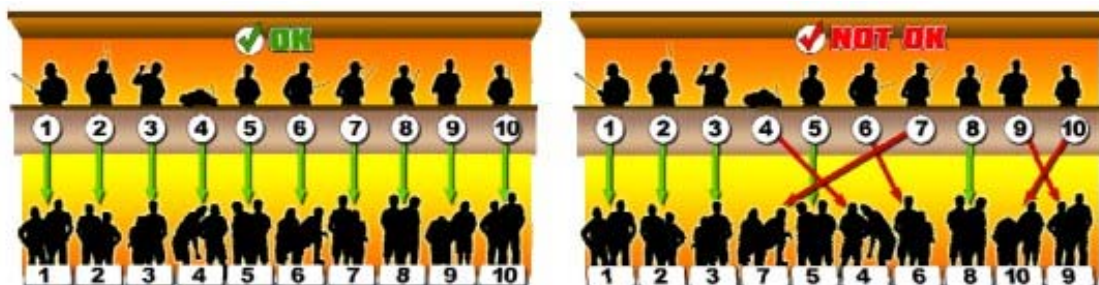

Figura 21: Disposizione dei Meccanici e dei Piloti nel palco
- 6C.9.16.** Prima della partenza della Finale A di ciascuna categoria, il Direttore di Gara chiamerà i Piloti in ordine di partenza, il pilota dovrà salire sul palco e scegliersi il posto di maggiore preferenza per la sua guida, successivamente, i Meccanici (o Meccanico) ad esso associato, dovranno occupare, ove possibile, la casella della corsia dei box di rifornimento corrispondente e situata sotto al Pilota. Per una maggiore chiarezza di esposizione si faccia riferimento alla Figura 21